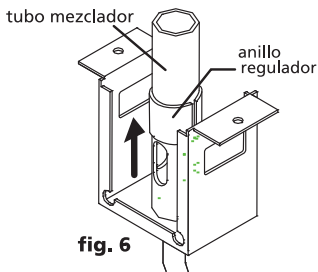

fig. 6
- a) Si en su quemador no esta incorporado el tubo mezclador. Para su regulación retire las parrillas superiores, los quemadores y la cubierta; luego deslice el anillo regulador hacia arriba de modo que aumente la entrada de aire. **(fig. 6)**